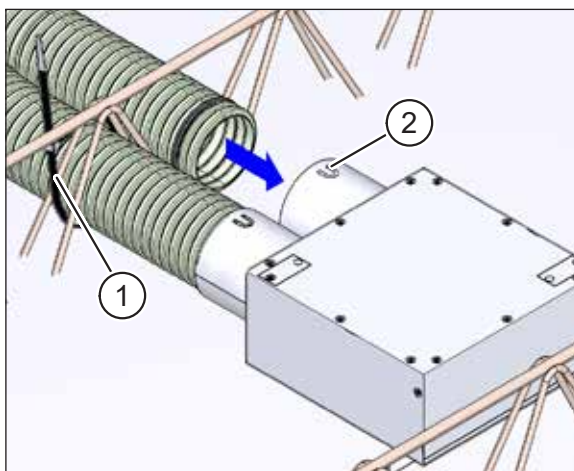
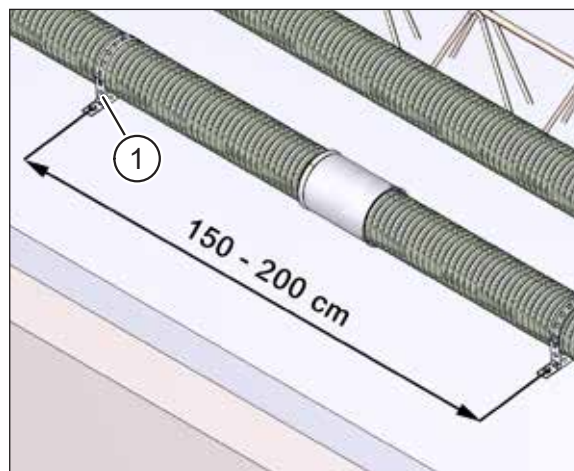

Fig. 10: Fixer les tuyaux flexibles avec des serre-câbles
Fig. 11: Distance recommandée entre les points de fixation
- Fixez les tuyaux flexibles avant de couler le béton à l'aide de fixations appropriées, par ex. avec des serre-câbles (pos. 1 dans Fig. 10) ou des bandes perforées (pos. 1 dans Fig. 11) afin d'empêcher les tuyaux flexibles de « flotter ». La distance entre deux points de fixation doit être comprise entre 150 et 200 cm.
- Enfoncez les clips de retenue (pos. 2 dans Fig. 10) sur les composants tels que les caissons de plafond, les pièces de croisement ou les coudes de tuyaux flexibles 90° dans les rainures des tuyaux flexibles afin de les fixer solidement.